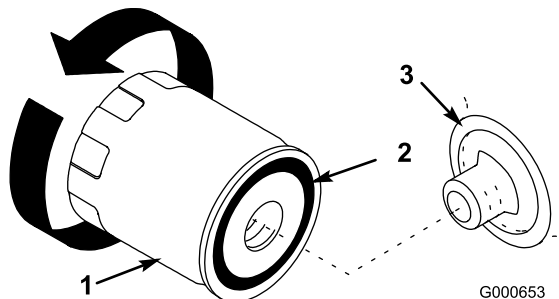

Рисунок 26
7. Снимите старый фильтр и протрите поверхность прокладки переходника фильтра (Рисунок 26).
10. Нанесите тонкий слой свежего масла на резиновую прокладку нового фильтра (Рисунок 26).
11. Установите новый масляный фильтр в переходник фильтра. Поверните масляный фильтр по часовой стрелке до контакта резиновой прокладки с переходником фильтра, после этого затяните фильтр, повернув его еще на пол-оборота (Рисунок 26).